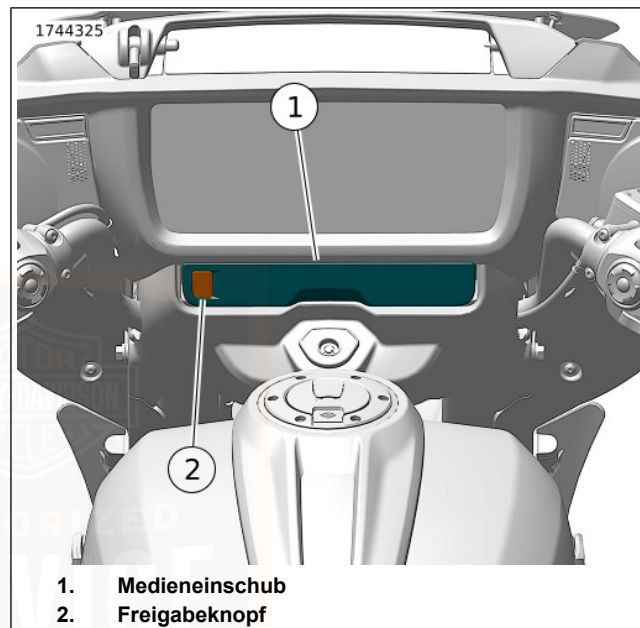

Abbildung 57. Medienfach
Siehe Abbildung 57. Das Medienfach ist ein Behältnis in der Instrumententafel, das genutzt werden kann, um ein Mediengerät anzuschließen oder kleine Artikel zu verstauen. Medienabspielgeräte und USB-Speichermedien mit Mediendateien können mit dem Universal Serial Bus Typ C (USB-C) -Anschluss verbunden werden. Aktualisierungen des IFCU-Systems werden auch über ein USB-C-Speichermedium durchgeführt.
Öffnen Siehe Abbildung 57 . Die Entriegelungstaste (2) drücken, um das Medienfach (1) zu öffnen.